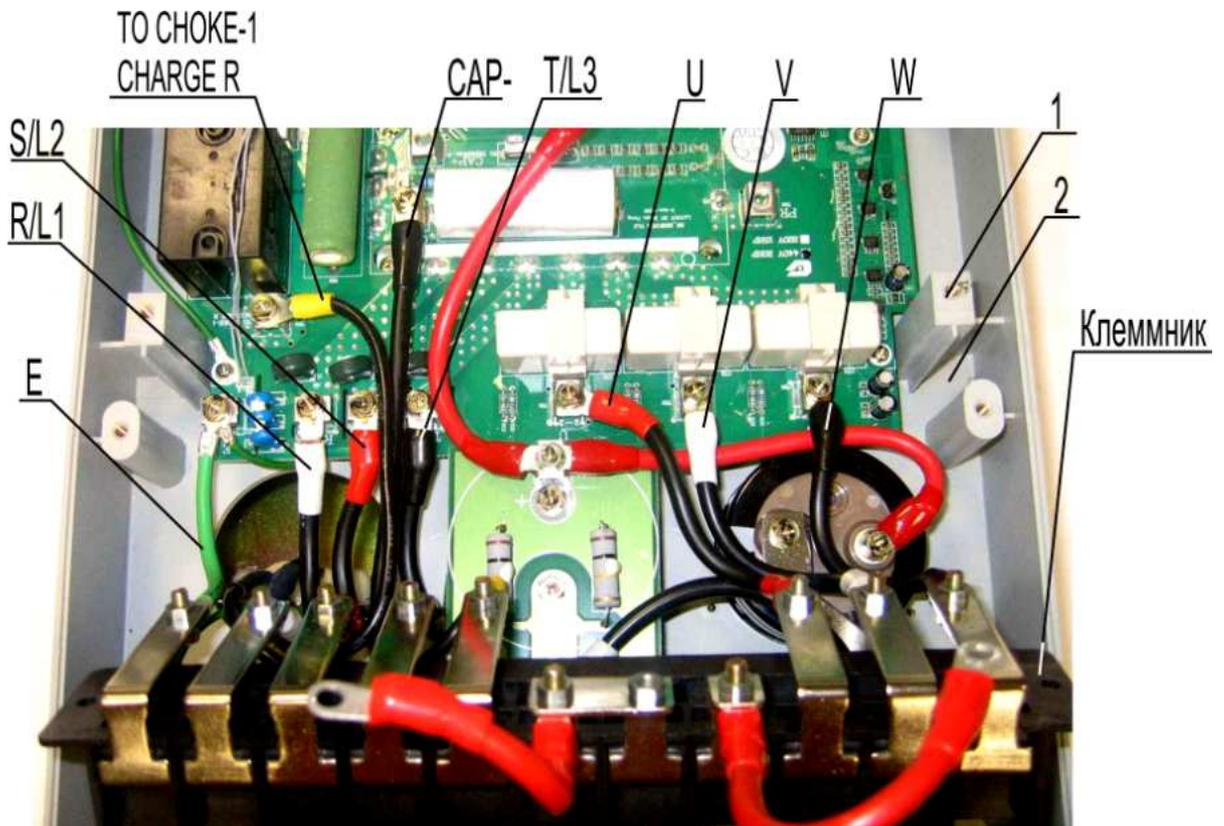

Рис. 7.13
7.5.12. Соединить наконечник длинного провода реактора TO CHOKE-1 CHERGE R с клеммой на плате и закрепить винтом (рис. 7.13).
7.5.13. Взять клеммник с закрепленными к нему проводами. Положить клеммник в корпус, как показано на рис. 7.13.
7.5.14. Соединить поочерёдно наконечники проводов E, R/L1, S/L2, CAP-, T/L3, U, V, W (рис. 7.13) с клеммами на плате и закрепить винтами.
7.5.15. Перевернуть клеммник от себя. Установить клеммник на стойки 1 корпуса 2 (рис. 7.13), совместив отверстия клеммника с резьбовыми отверстиями стоек.